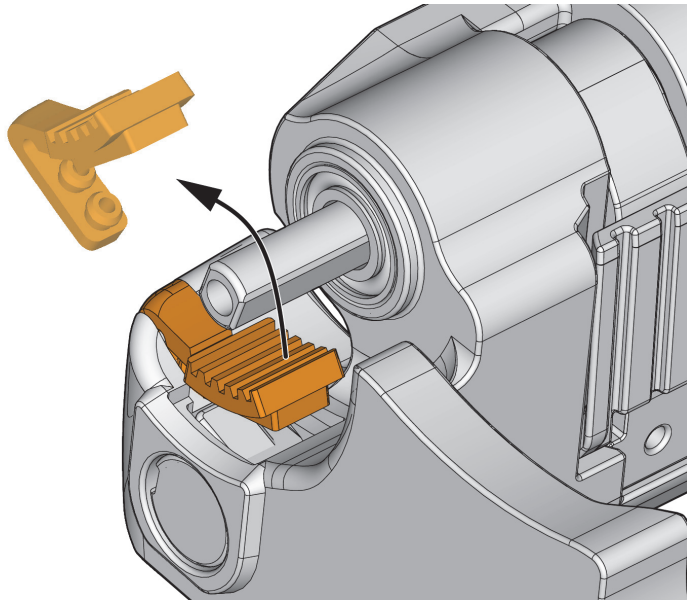

Figura 5-8 Rimozione della componente frenante
3. Sollevare la componente frenante e tirarla verso l'esterno per rimuoverla dai punti di installazione (vedi Figura 5-8 a pagina 85).